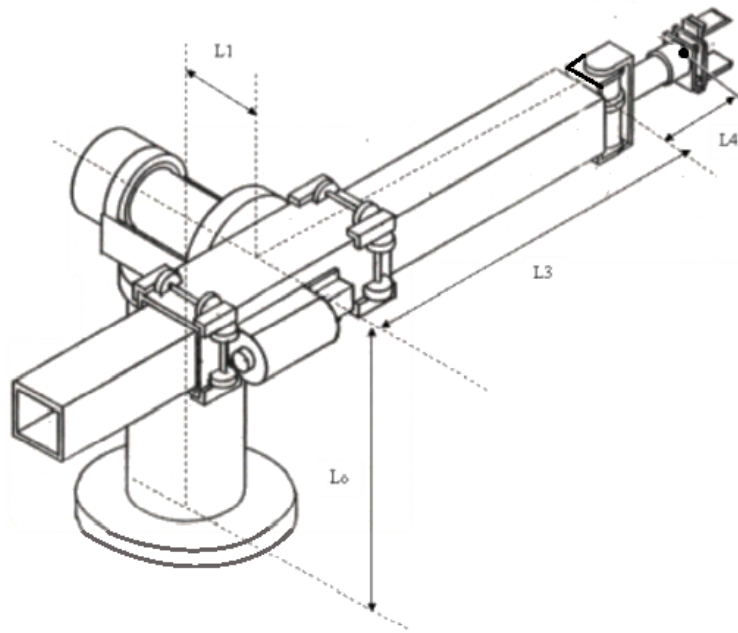

Figura 4: Robot RRPRR de 5 DOF.
4. Dado el manipulador de la Figura 4: